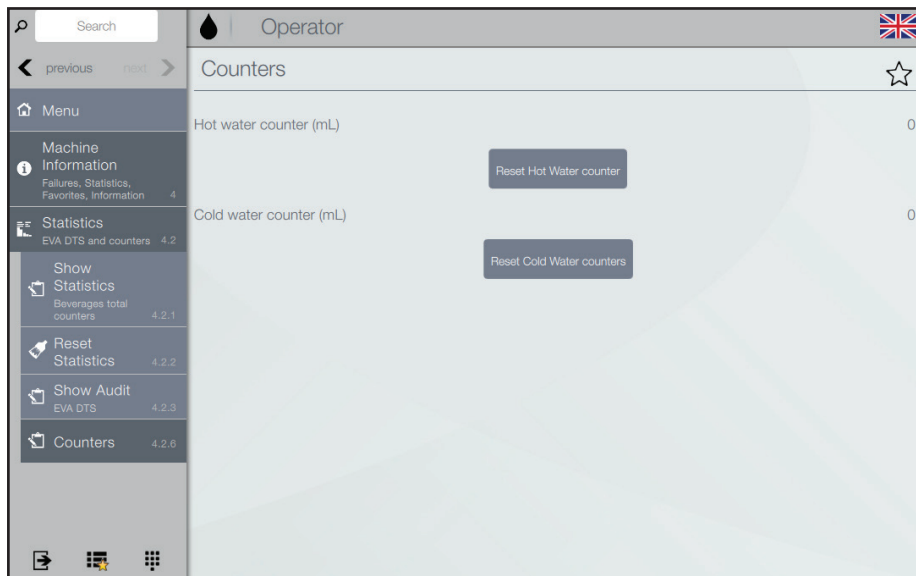

Fig. 6.14- Compteur d'eau total
- Appuyez sur « Réinitialiser le compteur d'eau chaude » pour remettre le compteur d'eau chaude à zéro (fig. 6.14)